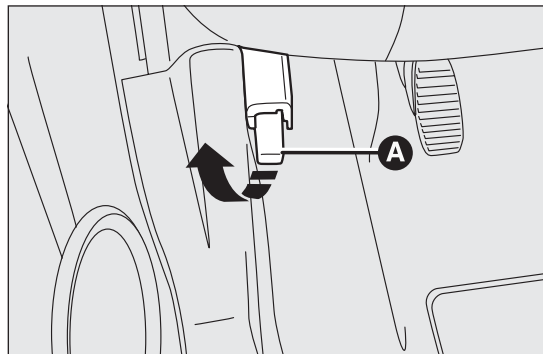

Abb. 59
- ☐ Den Hebel A Abb. 59 in Pfeilrichtung ziehen